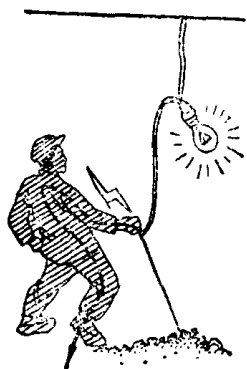

图 1-3
2. 不准采用“一线一地制”。有些人只用一根火线,另外用一根电线连在铁棒上插入地下,以代替地线,这种接线方法叫“一线一地”。有些用户为了贪图方便,节约电线而采用这种危险的接地方法是不允许的。因为接地不良,更换接地桩头位置、行走时碰断电线,都可能造成电击的危险,见图 1-3。